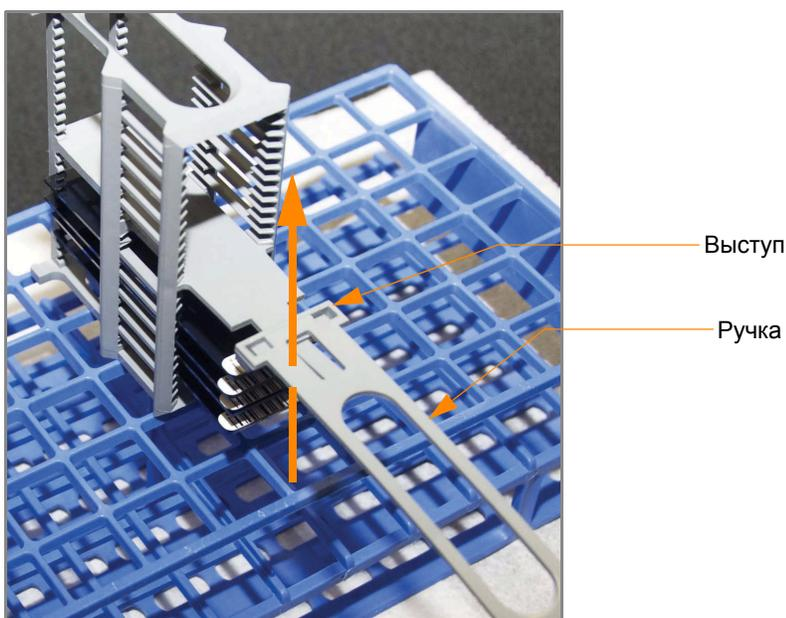

Рис. 198 Удаление ручки штатива для окрашивания
26. (Для процедур обработки как 16, так и 24 чипов BeadChip) Удерживая штатив для окрашивания за верхнюю часть, зажмите ручку между большим и указательным пальцами. Надавите большим пальцем на выступ по направлению вверх и протолкните ручку от себя, чтобы разблокировать ее. Потяните за ручку и удалите ее (Рис. 198).